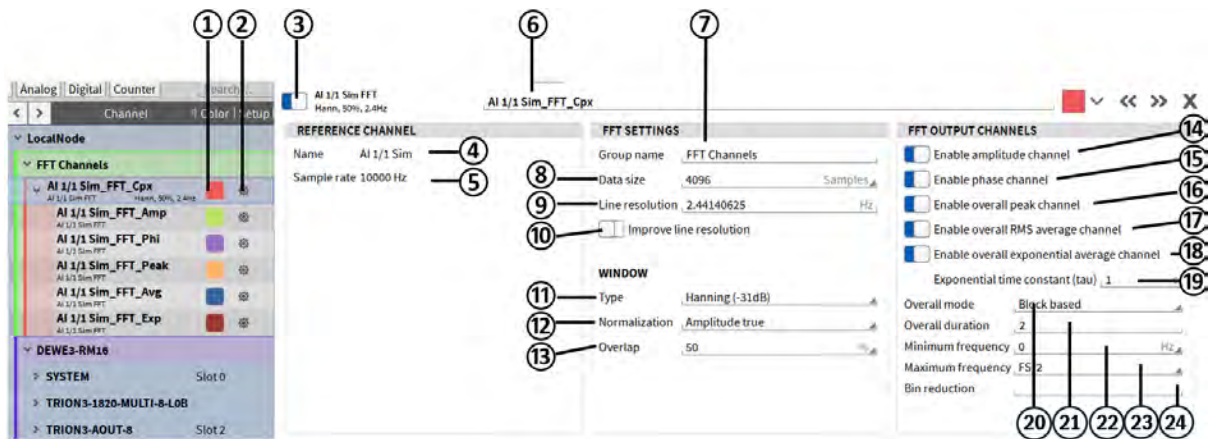

Fig. 7.89: 复数通道设置 - 概览
- 这个计算通道不会自动计算, 必须在 FFT 通道设置界面勾选 *Channel_Name_Cpx after* 计算(见 14 图. Fig. 7.89)。